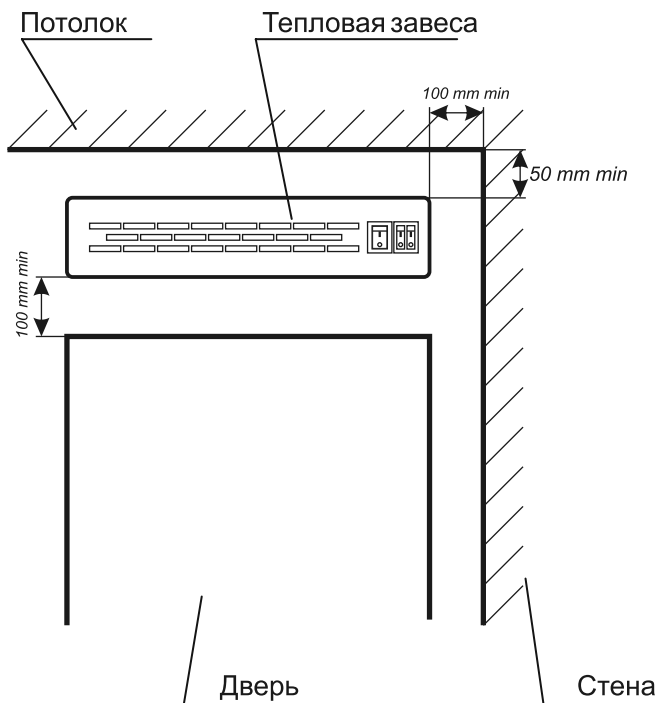

Рис.3 Расположение тепловой завесы над дверью
- 6.1. Установить тепловую завесу над проемом двери в горизонтальном положении. Схема установки на рис.3.